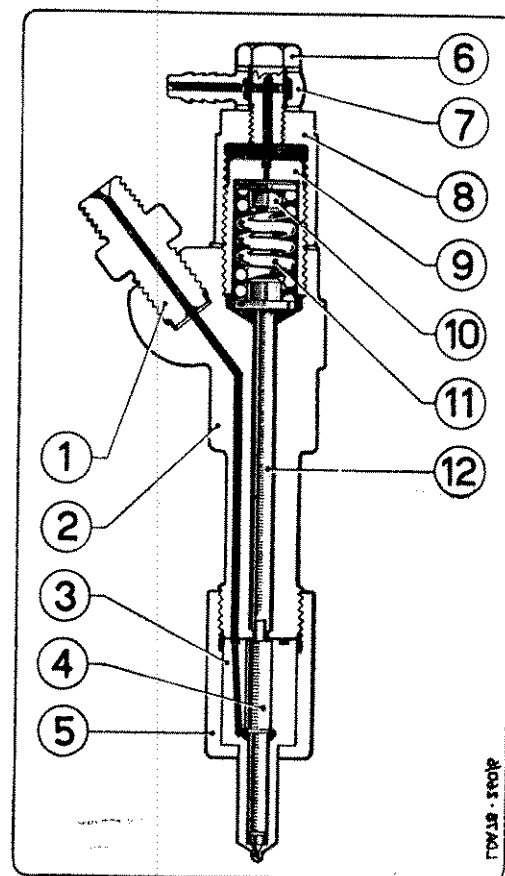

Fig. 2 - SEZIONE DEL POLVERIZZATORE CON PORTA-POLVERIZZATORE DEL COMBUSTIBILE
B) Polverizzatore e porta-polverizzatore. — Il polverizzatore è del tipo a fori multipli; è bloccato sul porta-polverizzatore mediante una ghiera. Gli elementi del complesso si possono rilevare dalla fig. 2 a pag. 7. Il polverizzatore ha i fori disposti in modo asimmetrico e pertanto, nel rimontarlo sul porta-polverizzatore, occorre fare attenzione a far coincidere i grani di riferimento disposti su quest'ultimo; tali grani sono sistemati in modo che il polverizzatore possa essere correttamente montato in una sola prestabilita posizione.